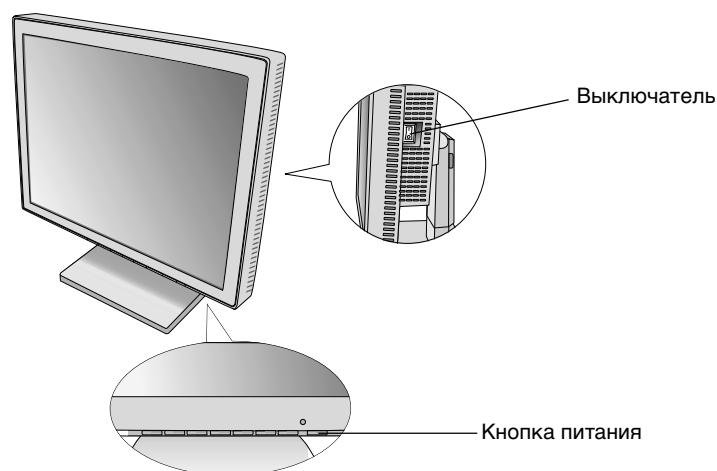

Рисунок D.1
5. Выключатель с правой стороны монитора должен быть включен (**Рисунок D.1**). Включите монитор с помощью кнопки питания и компьютер.